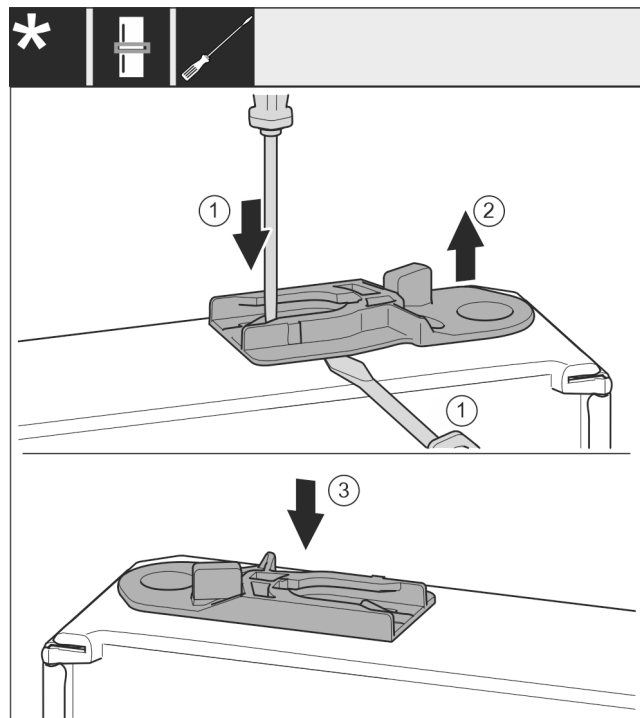

Fig. 38
- ▶ Scoateți bucsa de ghidare: Apăsați eclisa cu șurubelnița plată și deplasați concomitent cu șurubelnița plată sub bucsa de ghidare. Fig. 38 (1, 2)
- ▶ Împingeți bucsa de ghidaj atașată în pachetul de livrare pe altă parte a carcusei. Fig. 38 (3)